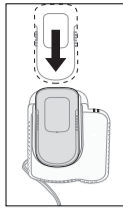

Fig.1
- Insérer la pile dans le chargeur (fig. 1). **S assurer que le bloc-piles est bien positionné dans le chargeur.** Le voyant rouge (charge) clignotera continuellement pour indiquer que la charge a débuté.